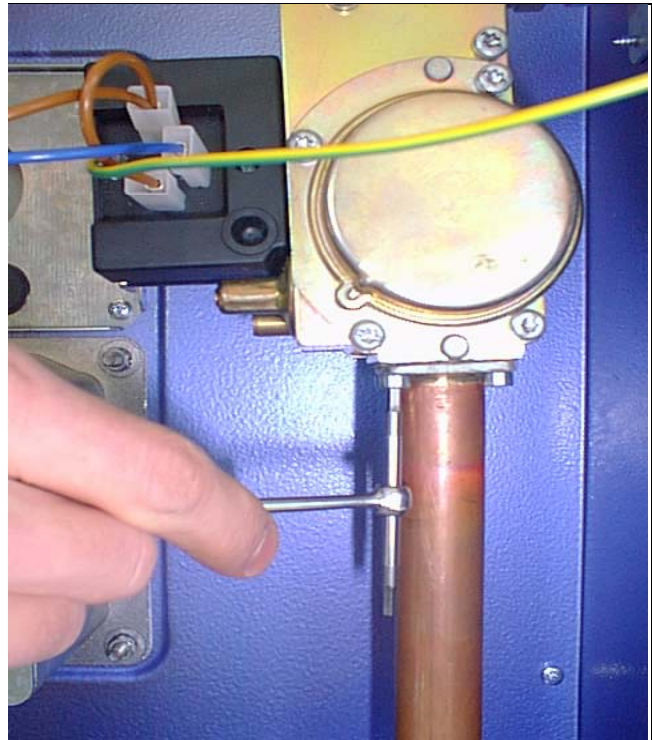

FIGURA 22 – TUBO ADDUZIONE VALVOLA GAS
- C) Allentare, senza togliere, le 4 viti che fissano il tubo adduzione gas alla valvola (FIGURA 22).